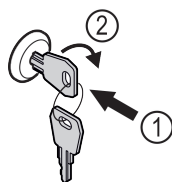

Fig. 140
- ▶ Inserire la chiave Fig. 140 (1).
- ▶ Ruotare la chiave di 90° in senso orario Fig. 140 (2).